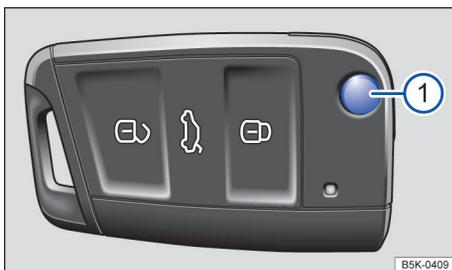
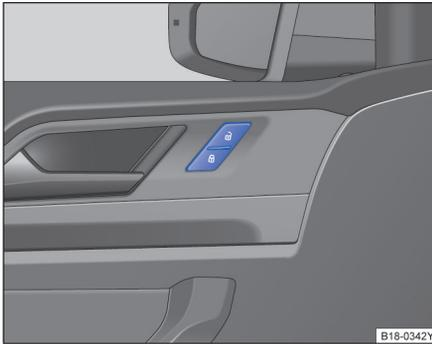

图 24 遥控钥匙上的按钮。
图 25 驾驶员侧车门内：中央门锁按钮。
如短时间内反复按压汽车钥匙上的按钮 ⇒ 图 24 或中央门锁某个按钮 ⇒ 图 25，则中央门锁系统将暂时关闭，防止系统过载。然后汽车处于解锁状态约 30 秒钟。在此期间，若未打开车门或行李厢盖，随后汽车将自动闭锁。
功能	用遥控钥匙上的按钮 ⇒ 图 24 操作
按压按钮 ⇒ 图 25:
- 按压  按钮 ⇒ 图 25